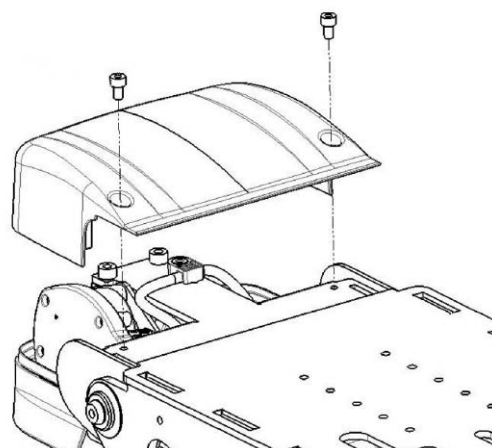

Bild 1. Demontera sitstiltens bakre kåpa.
2. Demontera sitstiltens bakre kåpa. Se bild 1.